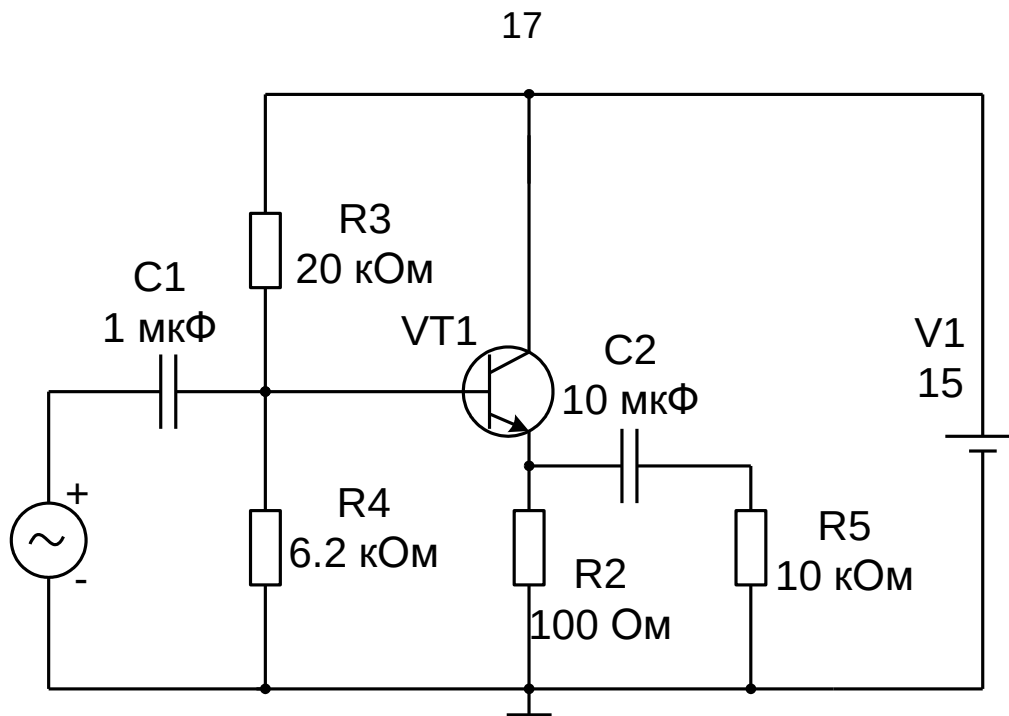

Рис. 2.4. Принципиальная схема усилительного каскада с ОК
3.1. Постройте схему усилительного каскада с ОК, изображенную на рис. 2.4. Тип транзистора – согласно варианту, напряжение коллекторного источника постоянного тока 15 В, амплитуда и частота базового источника переменного тока 5 В и 10 кГц соответственно.